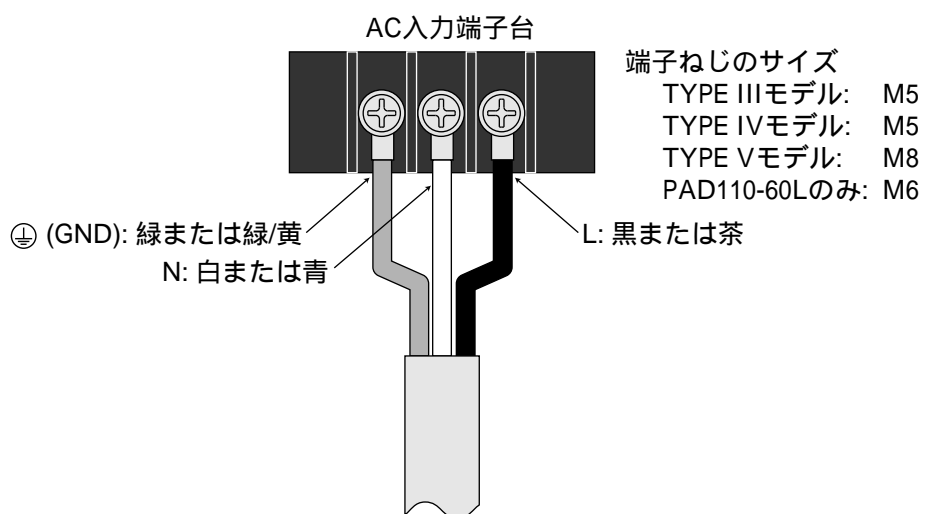

図 1-6 AC 入力端子台の接続
1. 図 1-6 のように AC 入力端子台に付属の入力電源コードを接続します。